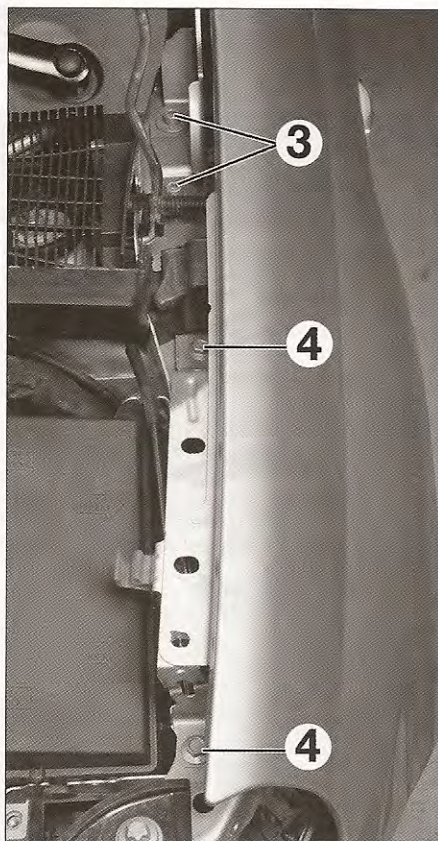

FIG. 12
- Desmontar los 2 tornillos de fijación de la bisagra del capó motor (3) (fig. 12).
- Desmontar los 2 tornillos de fijación superiores delanteros (4).